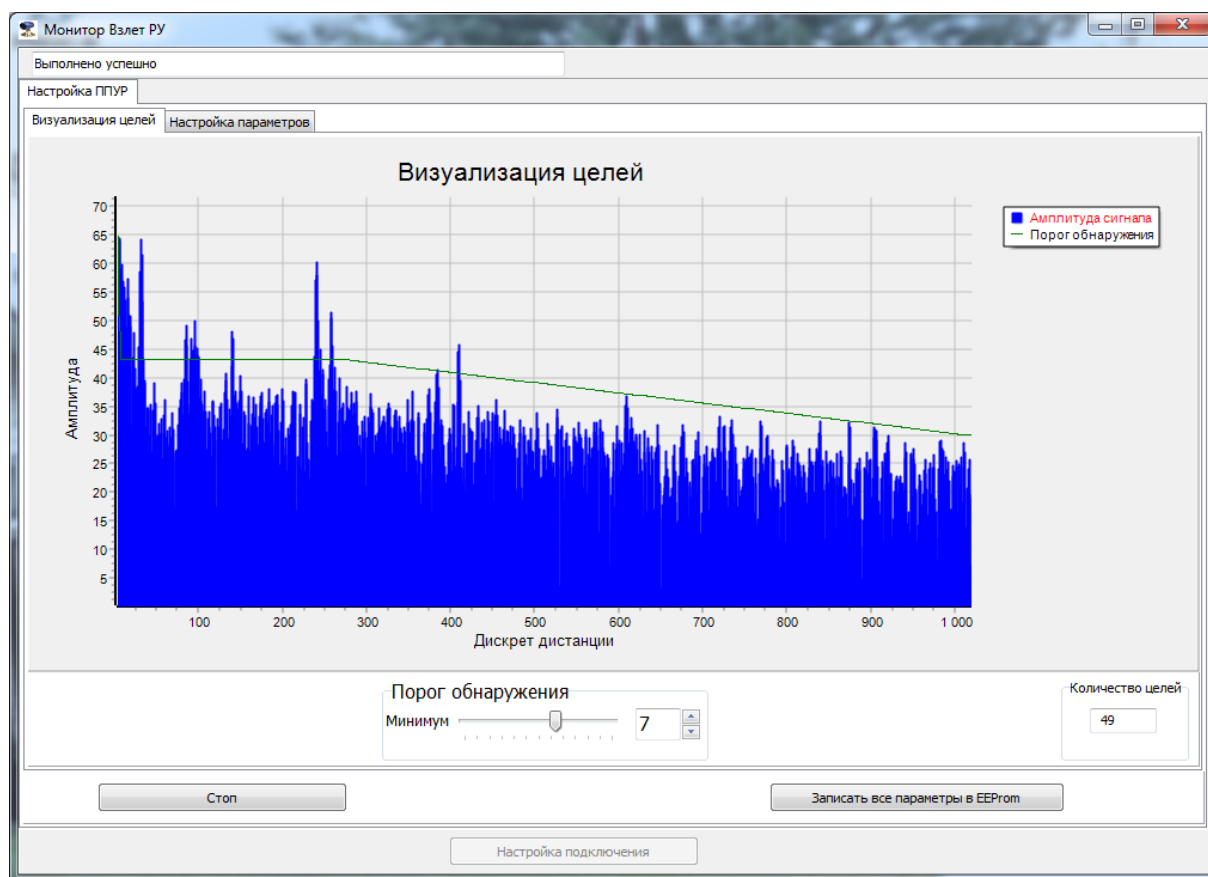

Рис.29 - Паразитные сигналы в шумовой дорожке.
7.7.8 При наличии в шумовой дорожке паразитных сигналов (рис.29), могущих возникать при наличии на пути радарного луча имеющих в емкости конструкций – арматуры, лопастей мешалок и т.д., необходимо провести отстройку принимаемого сигнала на максимальный, изменяя порог обнаружения (п.7.7.3) или рабочий диапазон прибора (п.7.7.7).